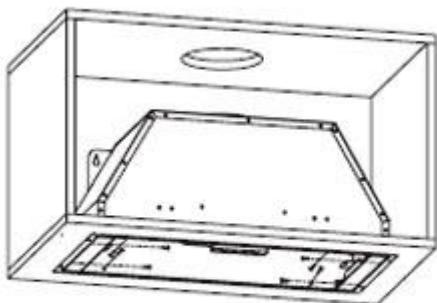

Рис. 9
2. Используйте 8 винтов ST4\*14, чтобы прикрепить корпус к полости шкафа изнутри. Убедитесь, что вытяжка плотно прилегает к нижней части шкафа. Смотрите рис. 9.